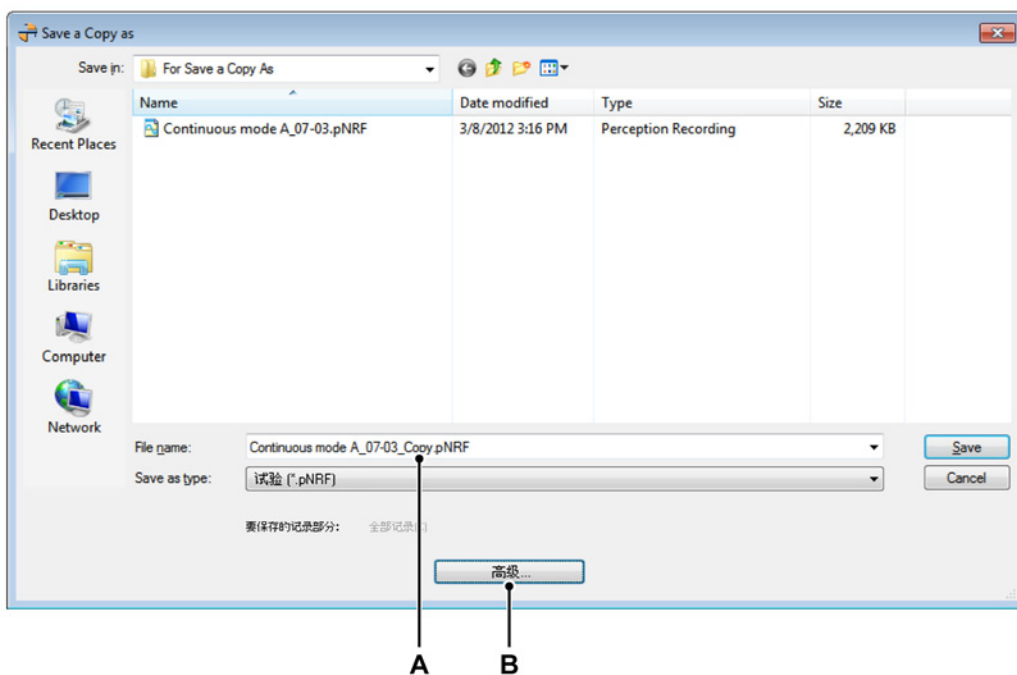

图 9.8: “副本另存为”对话框
- 2 在下列对话框中 (参见图 9.8), 导航至将文件另存为副本的新路径。如果需要, 单击高级按钮获取包含高级设置的对话框。